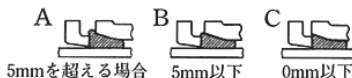

図 22 ゴム輪の出入り状況
(3) ゴム輪の出入り状態の確認
① 図 22 に示すようにゴム輪の受口端面からの出入り状態を 8 箇所確認し、同一円周上で A,C または A,B,C が同時に存在しないことを確認する。
② 前項のゴム輪の出入り状態に A,C または A,B,C が同時に存在する場合は、継手を解体し、再度接合する。